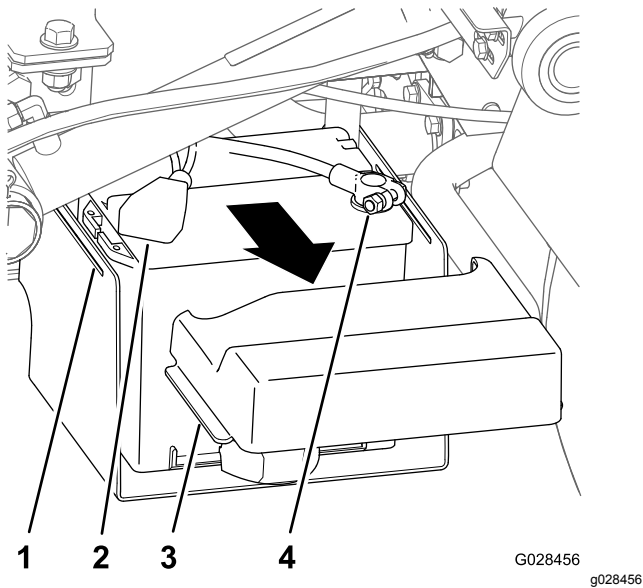

Figure 15
- Appuyez de chaque côté du couvercle de la batterie pour dégager les languettes des fentes dans la base de la batterie, et déposez le couvercle de la base (Figure 15).
2. Remplacez le capuchon sur la borne négative de la batterie (Figure 15).
3. Débranchez la cosse positive de la batterie (Figure 15).